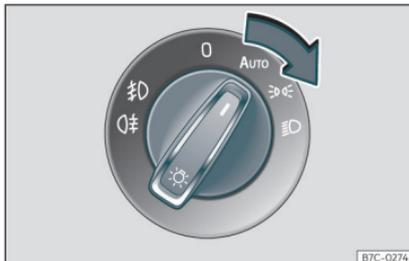

Fig. 92 Cruscotto: interruttore delle luci.
- Girare l'interruttore verso la posizione desiderata»» fig. 92 .